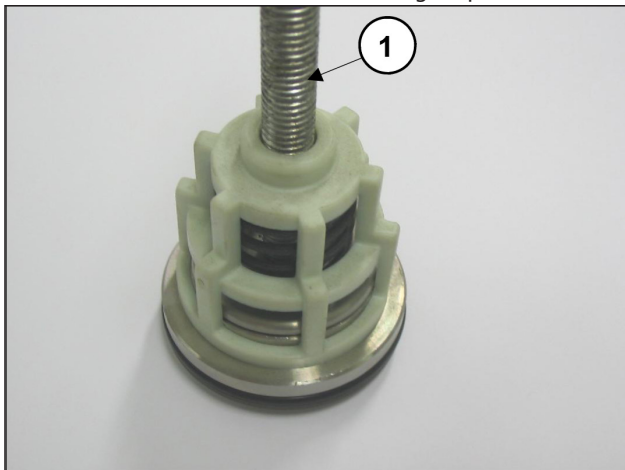

Fig. 17
- Desmontar los grupos de válvula de aspiración y envío atornillando un tornillo M10 lo suficientemente larga de modo de poder actuar sobre el platillo y extraer la guía de la válvula de la sede de esta última (Fig. 17 pos. ①).